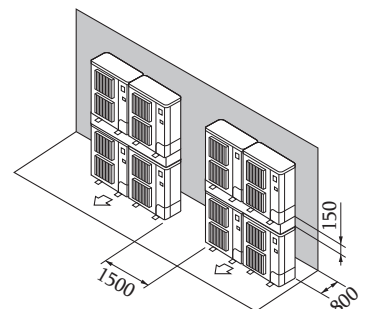

Fig. 2-14
⑦ Բլոկների դասավորությունը ուղղահայաց շարքերով (Fig. 2-14)